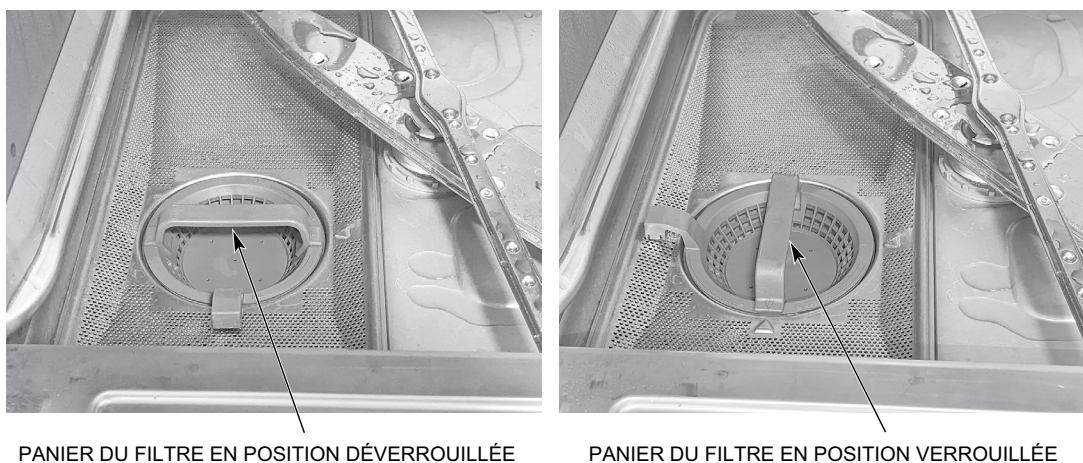

Fig. 6
REMARQUE : Pour les modèles LXnR, LXGnR et LXGnPR, lors de l'installation du panier du filtre, assurez-vous que le panier est en position « verrouillée » (Fig. 6).
4. Remplacez le bac et le panier du filtre dans la machine. Pour les modèles LXGnPR, assurez-vous que le panier est en position verrouillée (page 19, Fig. 6).